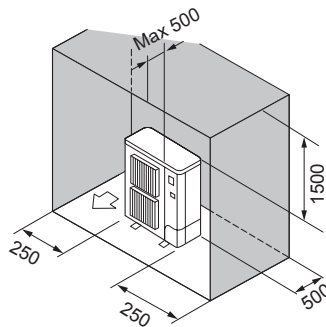

Fig. 2-11
- ⑥ Takistused ainult taga, külgedel ja üleval (Fig. 2-11)